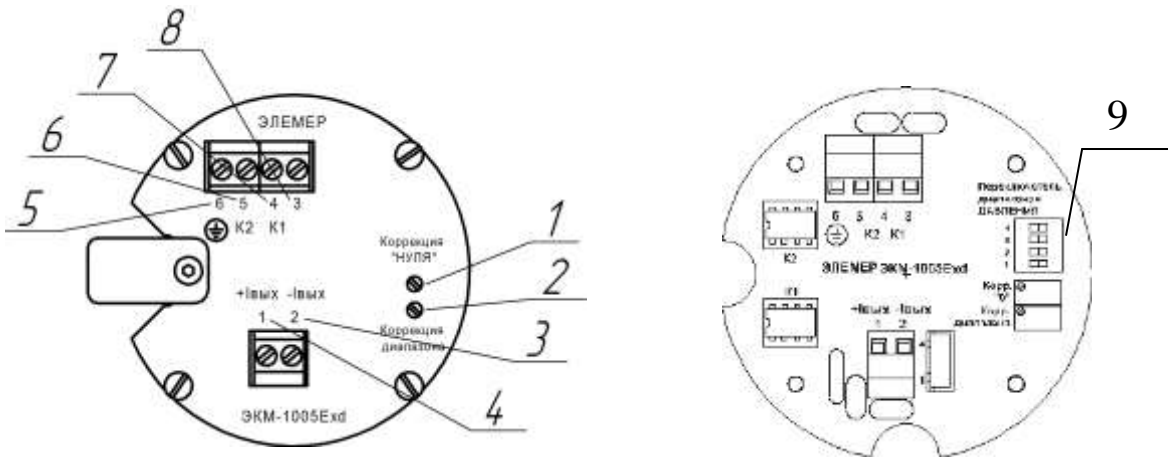

Рисунок 2.6
2.4.4.1. На плате коммутации расположены (см. рисунок 2.6):